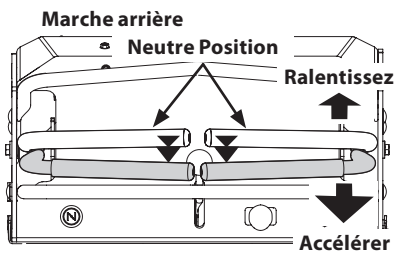

Fig. 12
1. Déplacez lentement et uniformément les deux leviers de contrôle vers l'arrière. La tondeuse commence à se déplacer en marche arrière (Fig. 12).